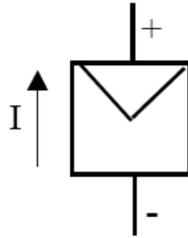

Figura 1.7. Símbolo utilizado para una celda o módulo fotovoltaico
El símbolo de una célula solar o de un módulo fotovoltaico se puede encontrar representado como en la figura 1.7, donde se indica el sentido de la corriente eléctrica generada (I), así como la polaridad de las conexiones.